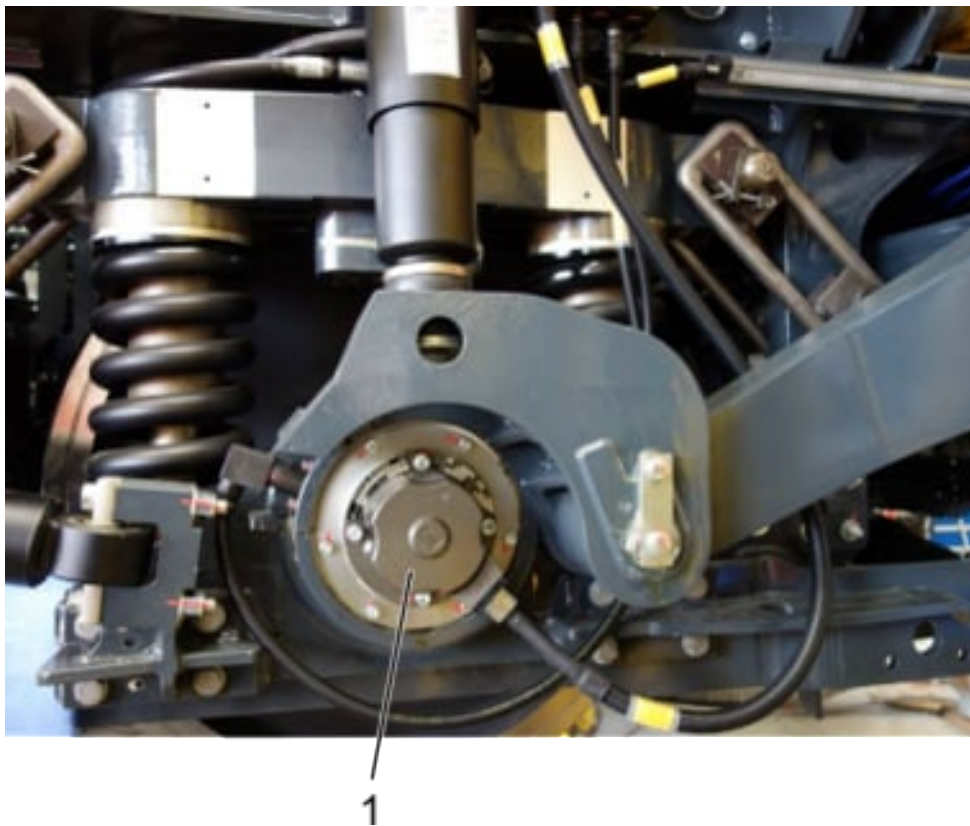

Abb. 40: Wegimpulsgeber
Der Wegimpulsgeber, siehe Abb. 40 (1), erzeugt Informationen, aus denen der EVC die aktuelle Geschwindigkeit, Beschleunigung und den zurückgelegten Weg seit dem Überfahren eines Referenzpunktes (Festdatenbalise) berechnet.